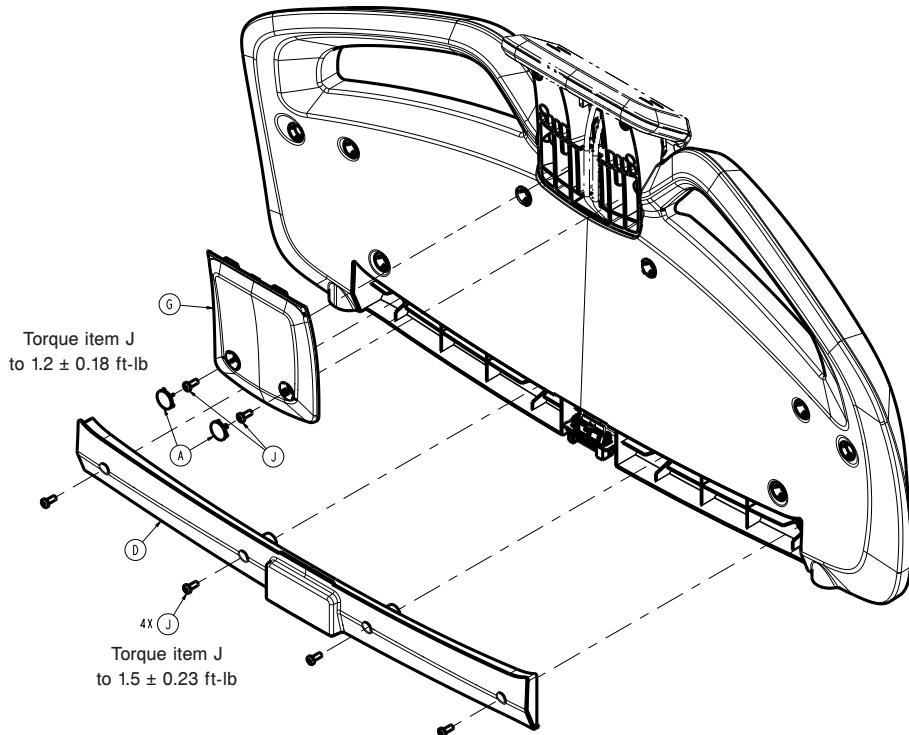

Figure 35 – Boîtier du pied du lit
5. À l'aide d'un outil à pointe, retirer les deux cache-vis (A) à l'arrière du boîtier de l'affichage du pied du lit (Figure 35). Jeter les cache-vis.
6. À l'aide d'une clé Torx T25, retirer les deux vis (J) qui fixent le couvercle du boîtier de l'affichage (G) au pied du lit (Figure 35). Retirer le couvercle du boîtier de l'affichage. Conserver les vis et le couvercle du boîtier de l'affichage.